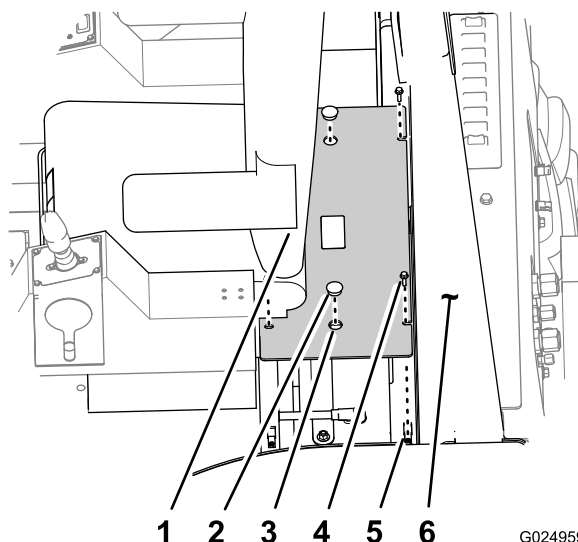

Figura 1
2. Retire as 2 tampas com puxador dos orifícios na tampa da bateria (Figura 1).
3. Remova os 4 parafusos flangeados (5/16 x 1 pol.) que fixam a tampa da bateria à plataforma EPCC (Figura 1).
4. Usando os puxadores, suspenda a tampa da bateria para removê-la da plataforma EPCC (Figura 1).